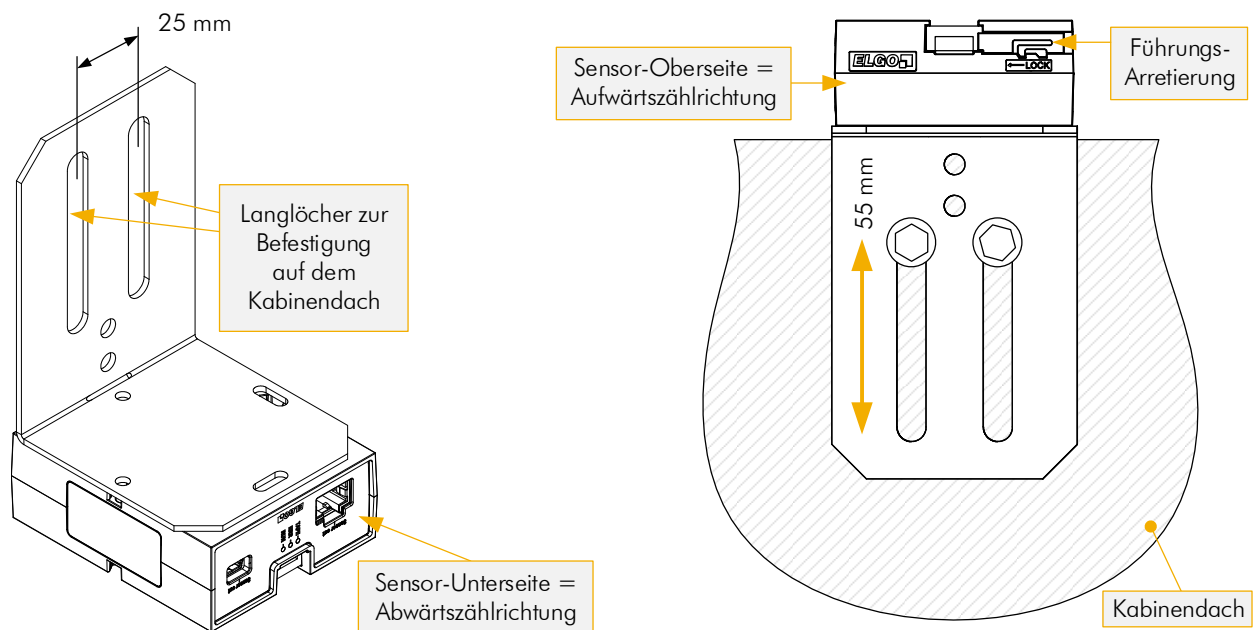

Abbildung 8: Montagewinkel (Zubehör)
6. Befestigen Sie den Sensor mit der orangefarbenen Führungs-Arretierung nach oben (siehe Abbildung 8) auf der Kabine. Dies entspricht der Aufwärtszählrichtung (siehe Punkt 1. oben).
4. Bitte darauf achten, dass die Seite mit der Führungs-Arretierung nach oben in die Aufwärtszählrichtung zeigt (siehe Abbildung 8 im Abschnitt 9.3.2).